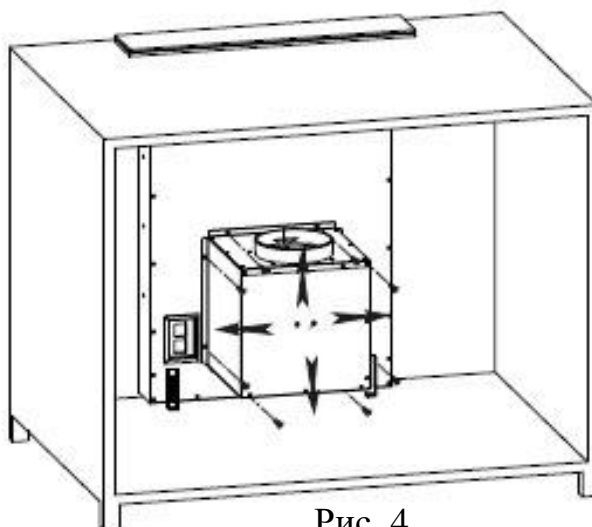

Рис. 4
3. Закрепите вытяжку с помощью 8 винтов M10*10. (См. рис. 4)